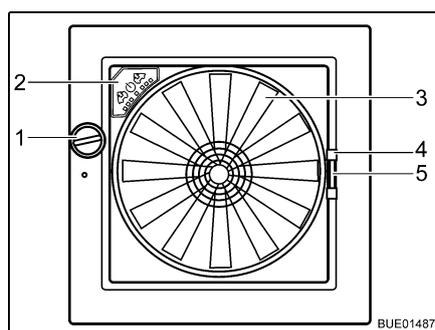

Fig. 50 Oblò Omni-Vent
- Ruotare la manopola (Fig. 50,1), finché non si raggiunge l'angolo di apertura desiderato.
- Ruotare la manopola (Fig. 50,1), finché l'oblò non è completamente chiuso.
- Tirare la protezione contro gli insetti per la maniglia (Fig. 50,4) verso il lato opposto del telaio.
- Serrare la maniglia (Fig. 50,5) dell'oscurante.
**Ventilatore** Se l'oblò è aperto, l'abitacolo può essere ventilato e sfiato con il ventilatore a 6 stadi (Fig. 50,3). Il ventilatore si controlla dal quadro di comando (Fig. 50,2).